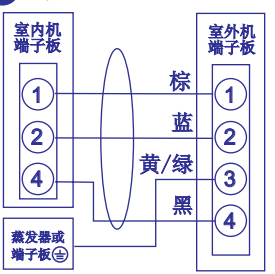

图16
- 将包扎好的管线穿出墙孔，室内侧管线连同室内机移至挂墙板对应位置(图16)。